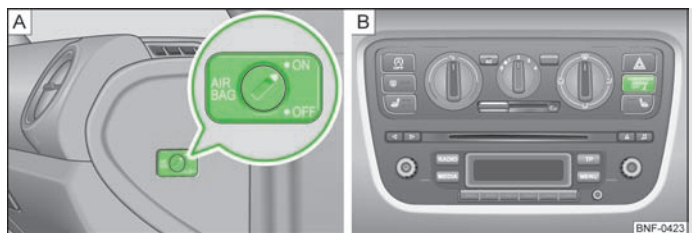

Fig. 85 Commutateur à clé/voyant
- L'airbag désactivé est signalé par le voyant **PASSENGER AIR BAG OFF**  dans la partie médiane tableau de bord allumé » fig. 85 - [B].
- À l'aide de la clé, amenez la fente du contacteur de l'airbag sur la position **OFF** » fig. 85 - [A].
- Contrôlez que le voyant **PASSENGER AIR BAG OFF**  s'allume dans la partie centrale du tableau de bord quand vous mettez le contact » fig. 85 - [B].
- À l'aide de la clé, amenez la fente du contacteur de l'airbag sur la position **ON** » fig. 85 - [A].
➤ Contrôlez que le témoin **PASSENGER AIR BAG OFF**  ne s'allume pas dans la partie centrale du tableau de bord quand le contact est mis » fig. 85 - [B].